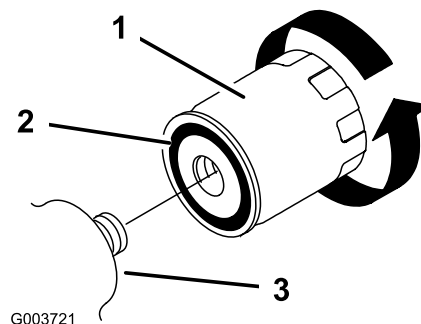

Figure 35
4. Enlevez le filtre à huile usagé (Figure 35) et essuyez la surface du joint de l'adaptateur.
5. Appliquez une fine couche de liquide hydraulique sur le joint en caoutchouc du filtre de rechange (Figure 35).
6. Montez le filtre de rechange sur l'adaptateur (Figure 35). Tournez le filtre dans le sens horaire jusqu'à ce que le joint rejoigne l'adaptateur, puis donnez 1/2 de tour supplémentaire.